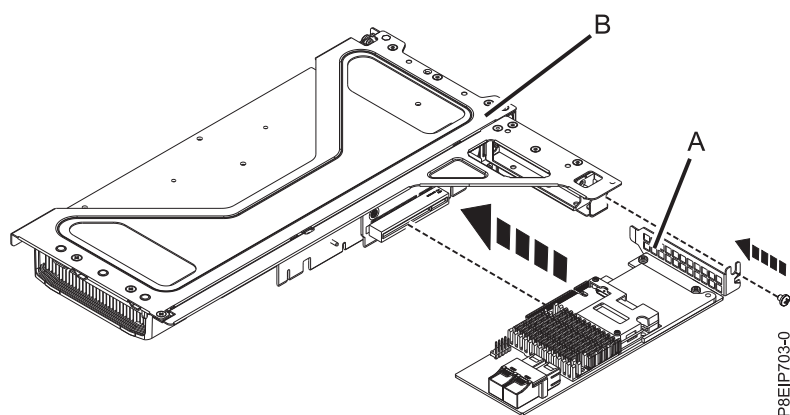

Figura 47. Inserindo um adaptador na posição 3 do riser
- f. Insira o adaptador **(A)** no riser **(B)** conforme mostrado na Figura 47, alinhando-o adequadamente e inserindo-o completamente no slot. Prenda o suporte sobre trilhos do adaptador com 1 ou 2 parafusos conforme necessário.